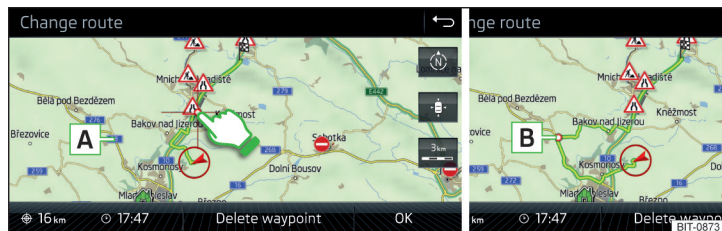

Fig. 242 Modificare traseu pe hartă / punct de trecere traseu
► Atingeți ecranul în zona traseului și deplasați cruciulița reticulară în zona dorită de pe hartă (de exemplu  » fig. 242).
Punctul de trecere  » fig. 242 este introdus în traseu.